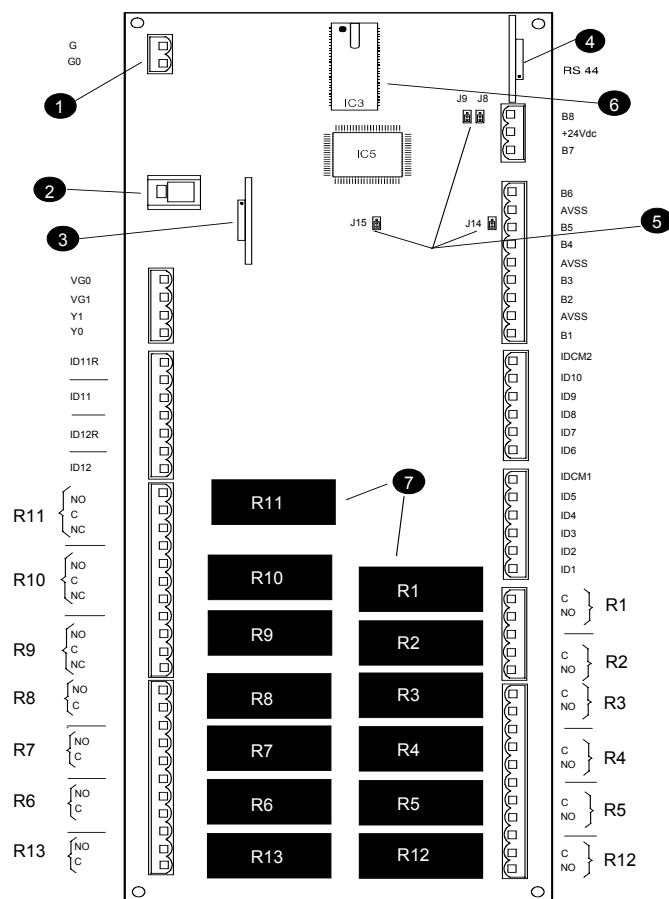

fig. 4
Per utilizzarla collegarla al connettore (4) visibile nella fig.4.